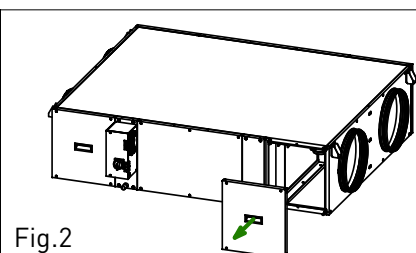

Fig.2
2. Ouvrir le couvercle et tirer latéralement la plaque métallique sur laquelle se trouvent les bornes électriques, jusqu'à ce qu'elle soit à l'extérieur de l'armoire (Fig.2).
3. Retirer avec précaution le by-pass (fig.2).
2. Retirer les 4 vis fixant le panneau d'accès au filtre. Maintenir le panneau en l'empêchant de tomber lors du desserrage de la dernière vis (Fig.2).
- Retirer le by-pass après avoir débrancher le connecteur électrique (Fig.2).
- Desserrer les vis fixant la plaque métallique sur laquelle le ventilateur est monté (Fig.2).